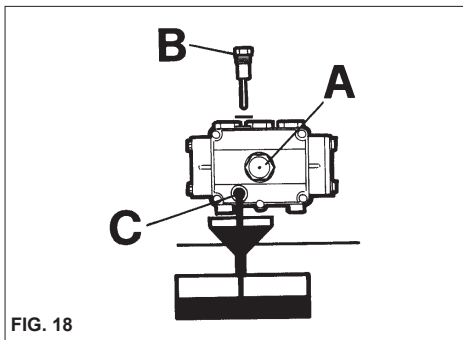

FIG. 18
- 2) Desatarraxe a tampa com a vareta de controlo do nível (fig. 18).